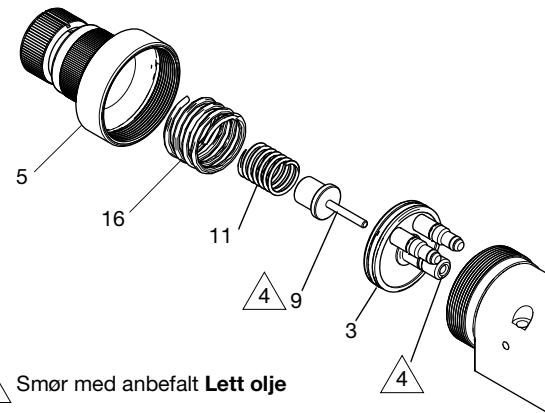

FIG. 37: Stempelmontering
2. Løsne stempelhetten (5) og fjern hetten (5), fjærerne (11 og 16) og fjærføringen (9).
3. Sett sammen pistolen som vist i Fig. 37.